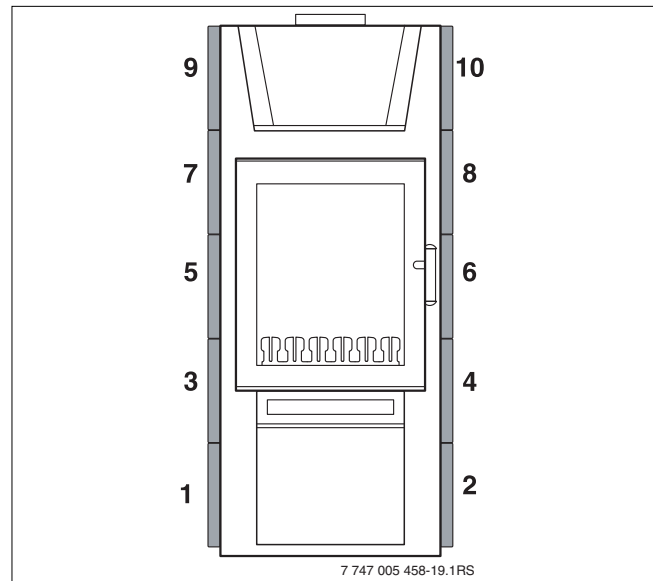
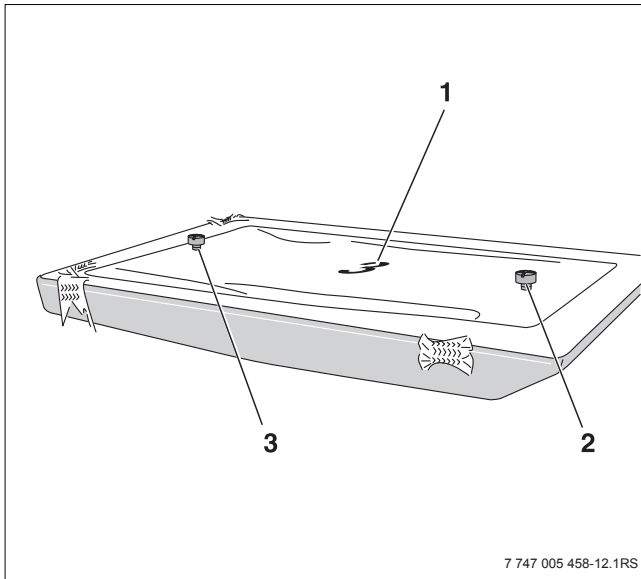

Bild 15 Position der Seitenkacheln
Bild 16 Kachelrückseite
- ▶ Die Kacheln sind auf der Rückseite nummeriert (→ Bild 16, [1]). Die Reihenfolge der Nummerierung wie angegeben einhalten (→ Bild 15).
- ▶ Mitgelieferte Schrauben (→ Bild 16, [2] und [3]) in die Bohrungen auf der Kachelrückseite eindrehen.